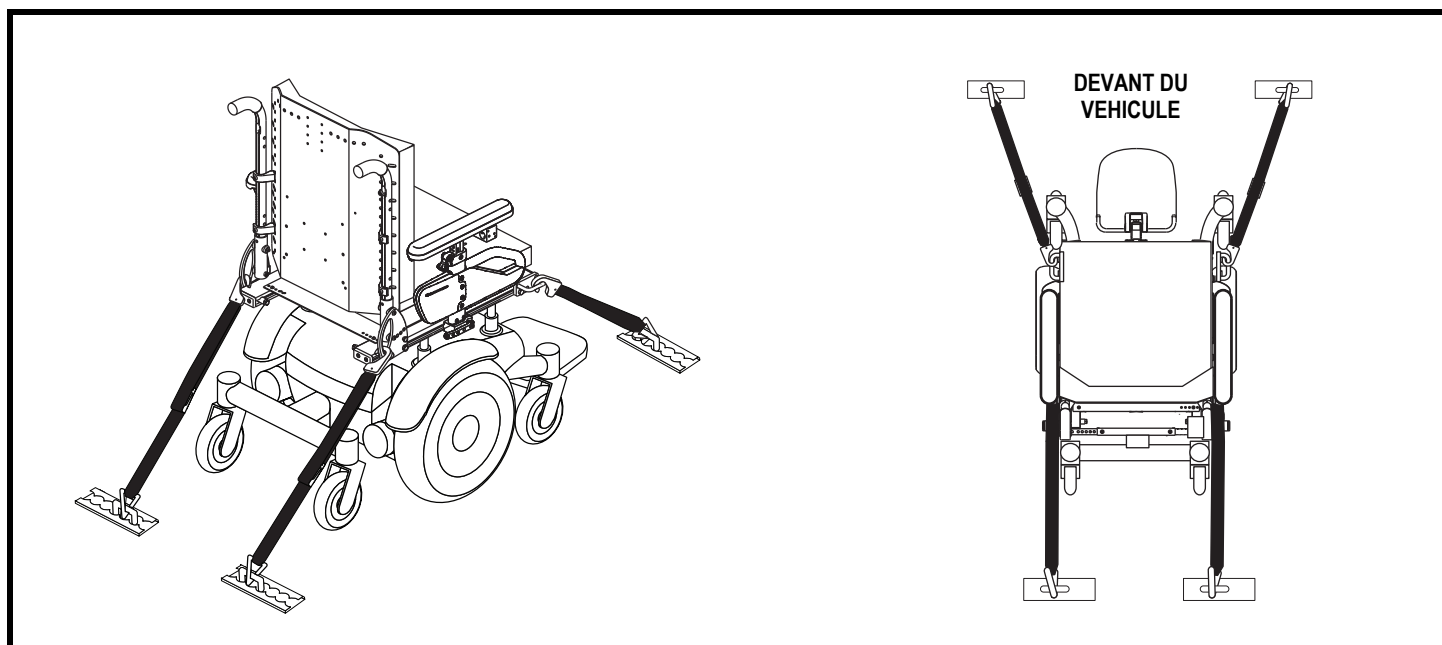

Figure 10. Accroches-taxi pour fauteuil motorisé non occupé
- Positionnez les points d'ancrage arrière des courroies directement derrière le fauteuil motorisé. Les points d'ancrage avant sont disposés plus loin de chaque côté du fauteuil motorisé afin d'augmenter la stabilité latérale. Voir la figure 10.